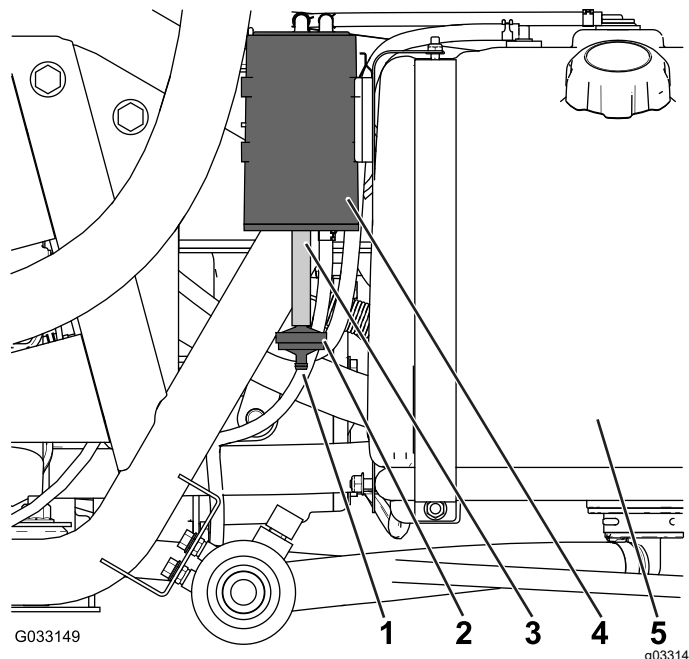

Figure 44
Vérifiez par l'ouverture au bas du filtre à air de la cartouche de charbon actif qu'il est propre et exempt de débris et d'obstructions (Figure 44).
1. Retirez le raccord cannelé du filtre à charbon actif au bout du flexible situé au bas de la cartouche, et déposez le filtre (Figure 44).